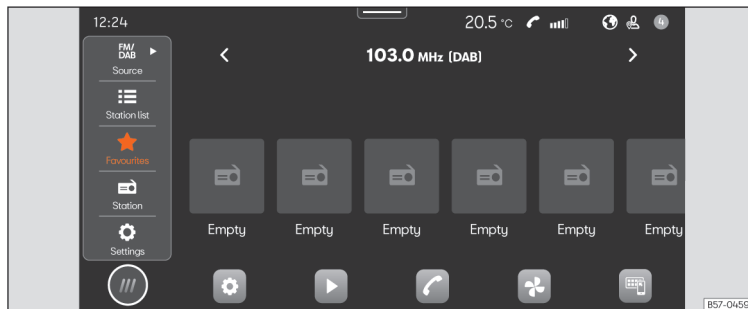

Рис. 164 Схематичний вигляд: режим «Радіо».
- Натисніть **ГОЛОВНЕ МЕНЮ** > >>> **рис. 164**.